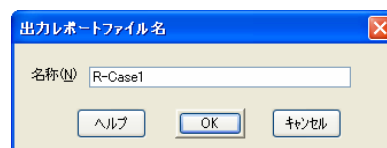

図 11
17. “過渡安定度” ツールバーの “過渡安定度を実行” ボタンをクリックします。 図 11 参照